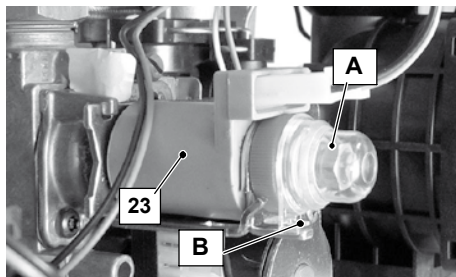

Figura 7.1
- Rimuovere il cappuccio di protezione "A" dell'operatore modulante 23 in Figura 7.1 ruotandolo in senso orario per liberarlo dal fermo "B" e facendo leva con un cacciavite piatto nella scanalatura.
- Per tarare la pressione al bruciatore agire sul dado esagonale grande in ottone dell'operatore modulante 23 max in Figura 7.1 (ruotando in senso orario la pressione aumenta).
- Rimontare il cappuccio di protezione "A" Figura 7.1.